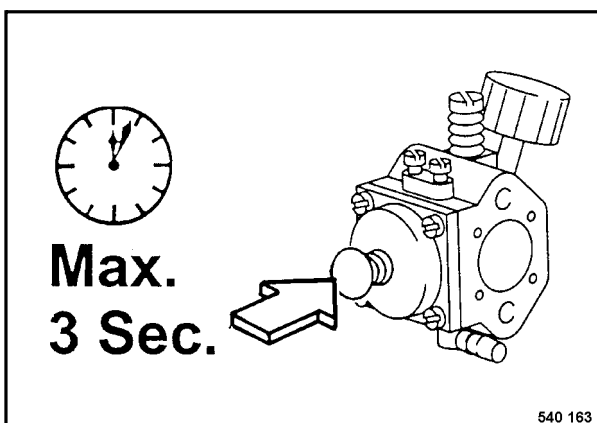

Fig. 2
- Presionar el botón (Fig. 2).